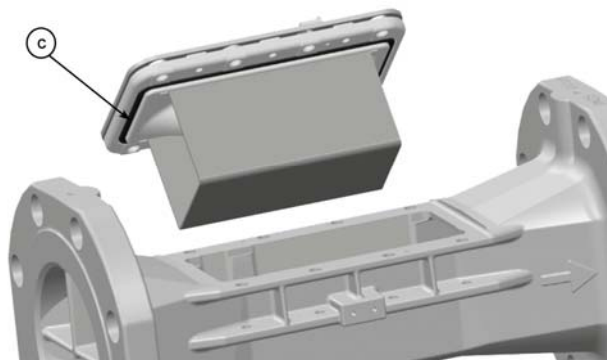

Рис. 11: Прокладка «с»
- Проверить состояние прокладки «с» (см.рис. 11) измерительного канала. Прокладка должна плотно сидеть в пазу и не иметь повреждений.